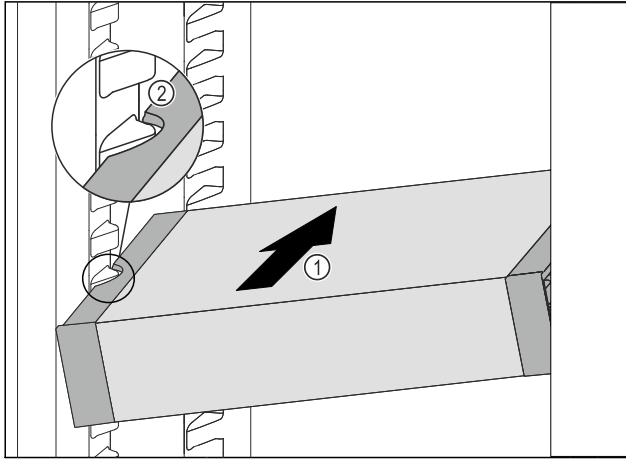

Fig. 157
- ▶ VarioSafe schräg in das Kühlteil einschieben Fig. 157 (1), bis sich die seitlichen Aussparungen Fig. 157 (2) des VarioSafes auf Höhe der Behälterrippe im Kühlteil befinden.